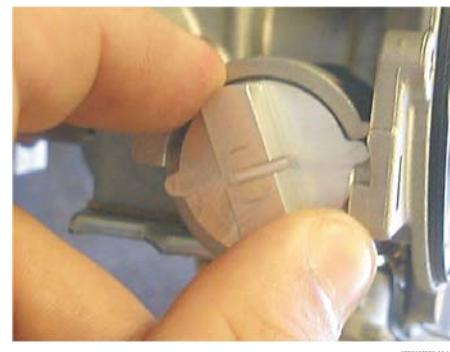

Bild 6
- ▶ Um die Kammer vom Ventilteller zu erreichen, den Deckel in umgekehrten Uhrzeigersinn drehen und heraus ziehen (Bild 6).